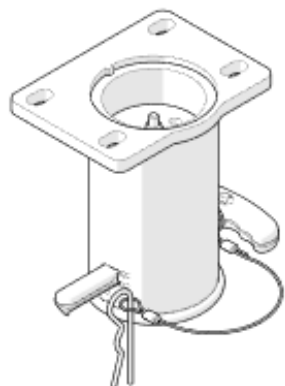

Figure 3
2. Insertar el pasador hasta el final (el muelle está comprimido) (imagen 3).